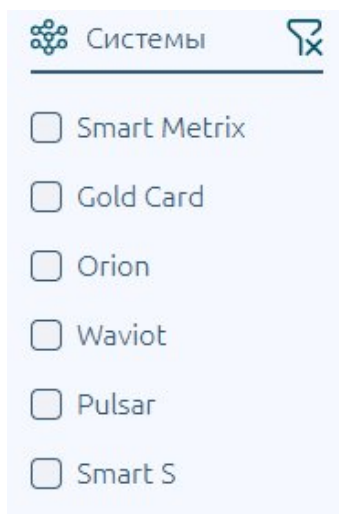

Рис. 8: Фильтр Системы
- Системы - сортировка по интегрированным системам (Рисунок 8)